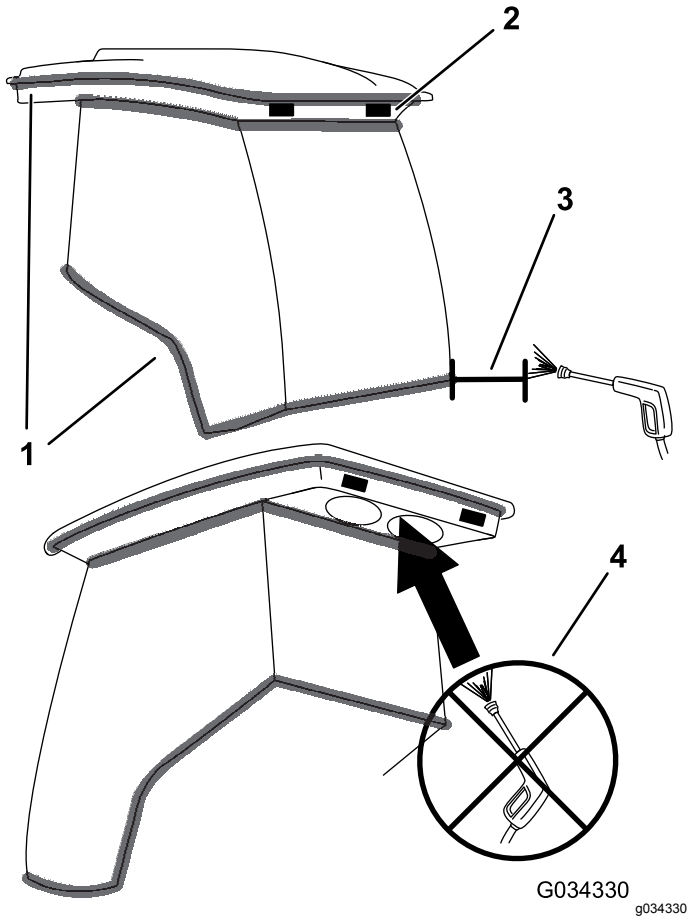

Figure 120
**Important:** Faites attention près des joints de la cabine et des éclairages (Figure 120). Si vous utilisez un nettoyeur haute pression, n'approchez pas le jet à moins de 60 cm de la machine. N'utilisez pas le jet haute pression directement sur les joints et les éclairages de la cabine ni sur l'avancée arrière.